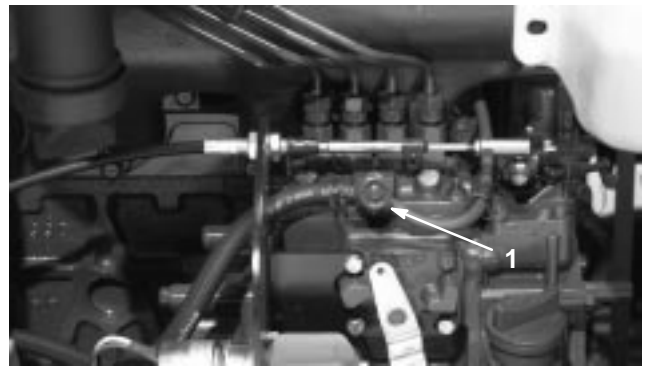

Figure 18
3. Desserrez la vis de purge sur la pompe d'injection (Fig. 18).